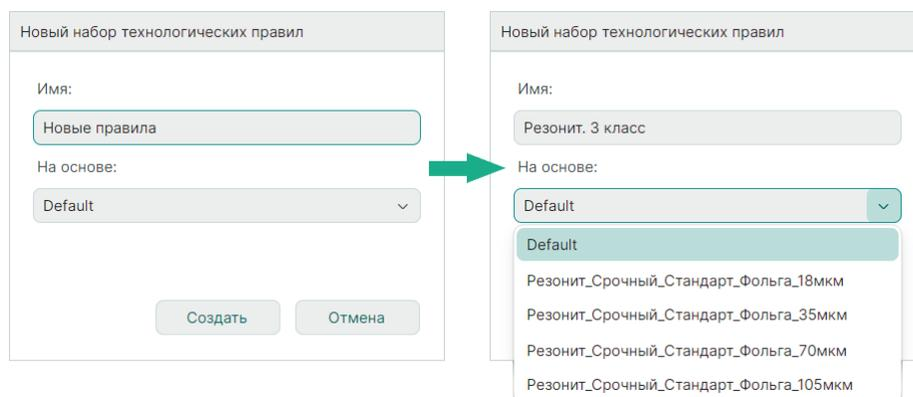

Рис. 511 Окно ввода имени новых технологических правил и выбора шаблона
2. В открывшемся окне «Новый набор технологических правил» ведите наименование новых правил (шаблона правил), в выпадающем списке шаблонов существующих правил выберите шаблон, на основе которого будут созданы новые правила, нажмите кнопку «Создать». По умолчанию выбран шаблон правил «Default», см. Рис. 511.